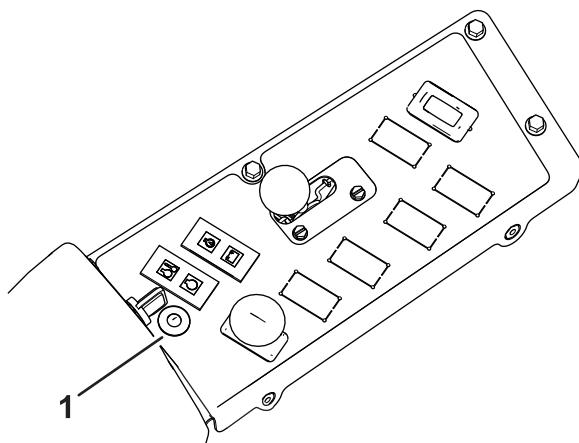

Рисунок 11
A. Светодиодный индикатор на консоли (Рисунок 11):
- Светодиодный индикатор (Рисунок 11) мигает во время выполнения калибровки датчика.
Световой индикатор и звуковой сигнал показывают степень крутизны уклона (Рисунок 11):